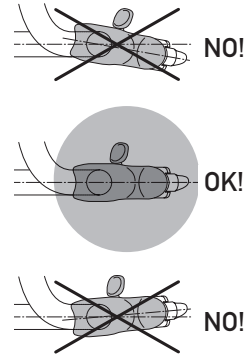

Fig.18
- Comandos Ergopower soltos ou não posicionados corretamente no guidador (Fig.18)